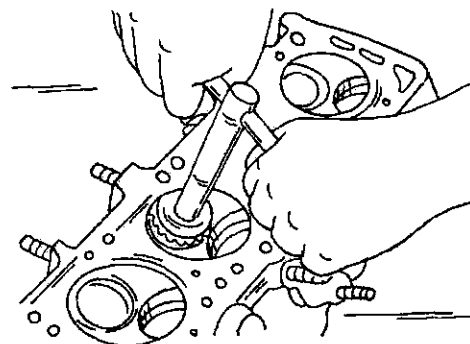

Рис. 97. Фрезерование седла клапана.
• При установке новых направляющих втулок клапанов требуется дофрезерование седла клапанов. Для этого требуется угловая фреза (Рис. 97), которая различна для впускных и выпускных клапанов:
- При установке новых направляющих втулок клапанов требуется дофрезерование седел клапанов. Для этого требуется угловая фреза (Рис. 97). При этом работа выполняется так же, как описано для двигателей типа TU, однако впускным и выпускным клапанам соответствует угол 45°.